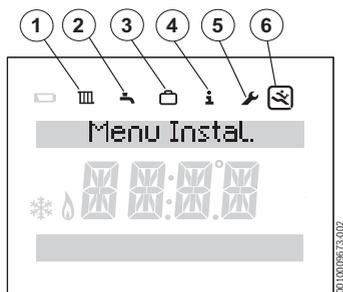

Fig. 12 Affichage du menu installateur
- ▶ Appuyer sur les touches **menu** et  pour afficher le menu principal avec le menu de service (→ fig. 12).